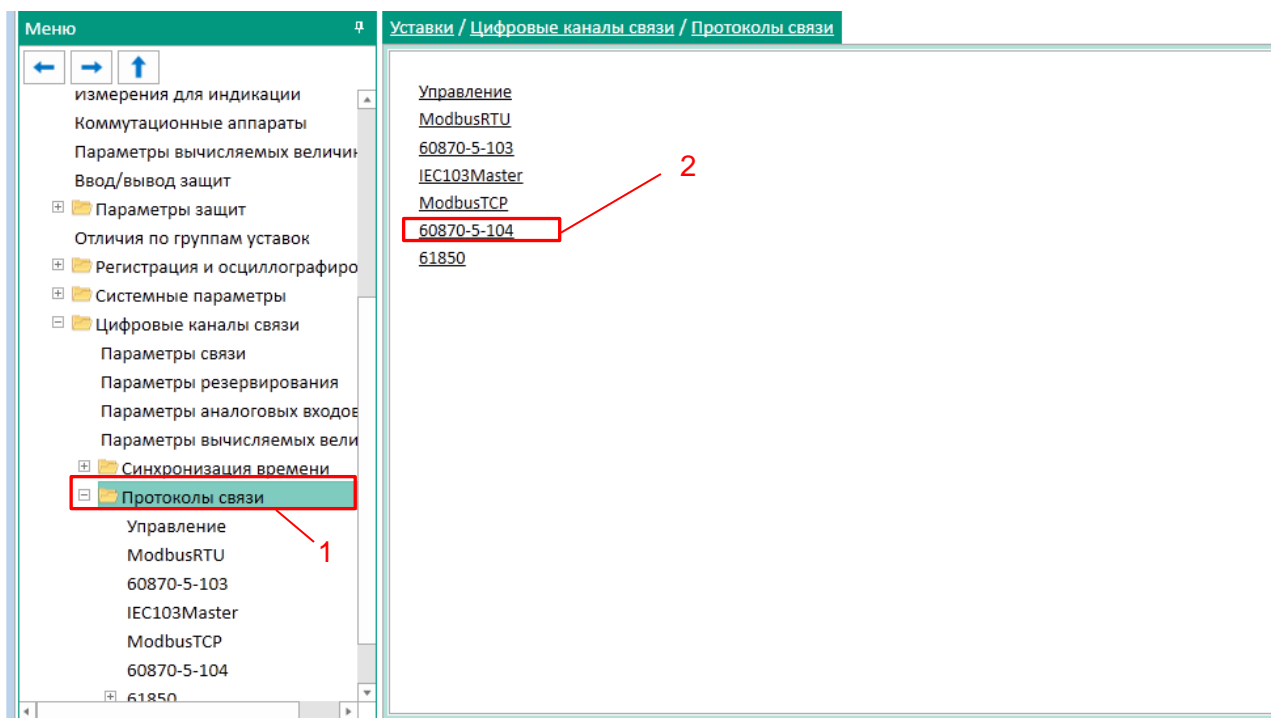

Рисунок 11 – Окно **Протоколы связи**
3.4.1 В «дереве» проекта программы Smart Monitor выбрать пункт меню **Уставки** → **Цифровые каналы связи** → **Протоколы связи** (см. рисунок 11, поз. 1), щёлкнув один раз левой кнопкой мыши на соответствующий пункт «деревя» проекта. Откроется окно **Протоколы связи**.
3.4.2 На вкладке **Протоколы связи** выбрать протокол IEC 60870-5-104: **60870-5-104** (см. рисунок 11, поз. 2).